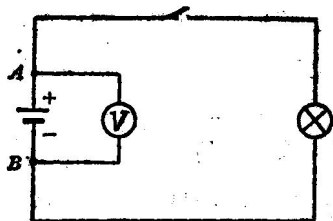

图 8-11
电压的大小，可以用伏特表(也叫电压表)来测量。测量时把伏特表跨接在待测部分的两端，如图8-11所示。图中符号⑦即表示伏特表。按下开关，表上的读数就是A、B两点间的电压。测量前要注意仪表的量程(即测量范围)，不能使用量程小于被测部分电压的仪表进行测量；同时还要注意仪表的极性，即伏特表的正极接线柱要接电位高的点，负极接线柱要接电位低的点。不注意上述两点，均会烧毁表头。此外还可以用万用表(图8-12)来测量电压。测量时，把选择开关转到标有“V”
测量电源的电动势，也可用电压表，仍如图8-11所示。不过此时需要打开开关，切断外电路，因为只有在外电路断开后，电池两极间的电位差才等于电动势（证明从略）。